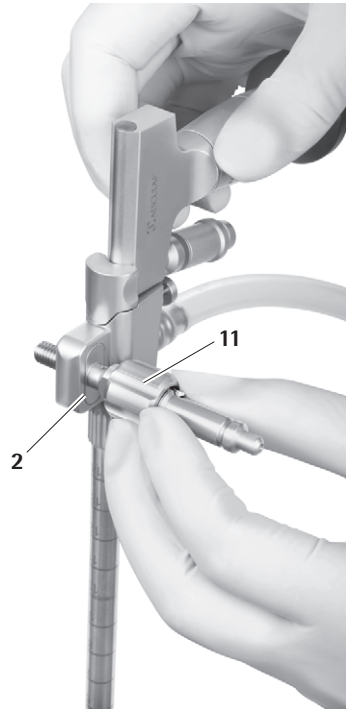

Abb. 18
- ▶ Haltearmadapter **11** wahlweise seitlich (rechts/links) in Bohrung stecken, bis Flansch in die vorgesehene Nut **2** einrastet, die zur Befestigung des Haltearms dient, siehe Abb. 18.